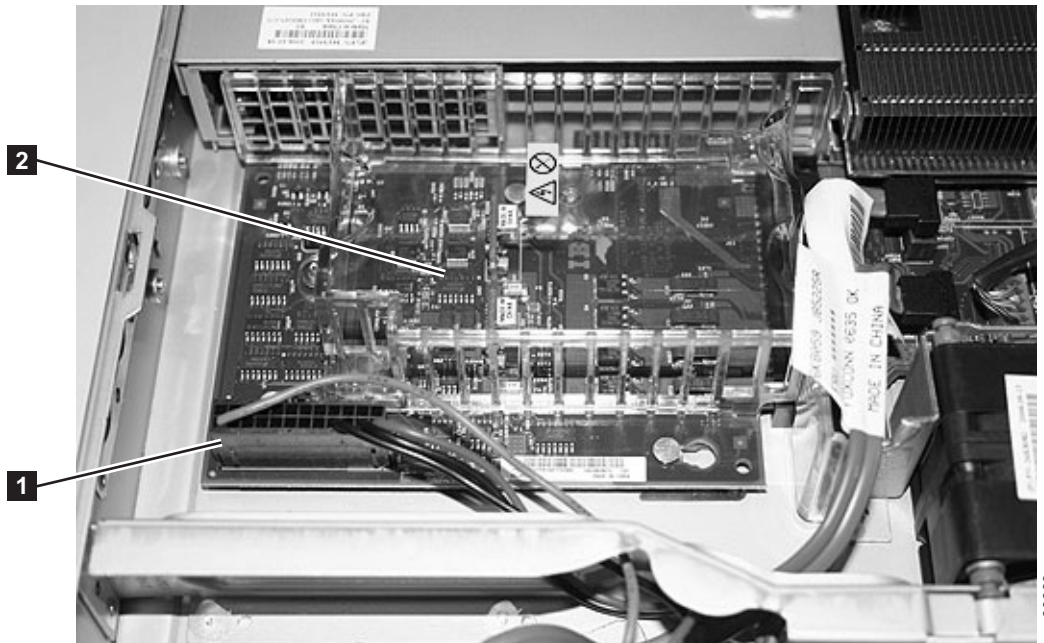

図 284. SAN ボリューム・コントローラー 2145-8G4 システム・ボードのディスク電源ケーブル・コネクタおよび電源バックプレーン
- これで、すべてのケーブルがシステム・ボードから取り外されました。電源バックプレーン **2** 上のディスク電源ケーブル・コネクタ **1** は切り離す必要はありません (322 ページの図 284 を参照)。